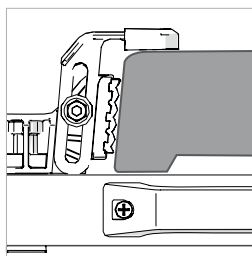

Fig. 19
Om din sågbas INTE har en läpp som sticker ut under klämman, MÅSTE den tilläggsklämman fästas för att säkra basen från ovan. (Fig. 19)
- Justera tilläggsklämmorna vid behov, för att ge ett bättre positivt läge och extra grepp för kapsågsbasens övre ytan. (Fig.19) Spänn dessa med medföljande insexnyckel.